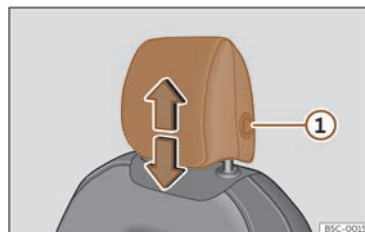
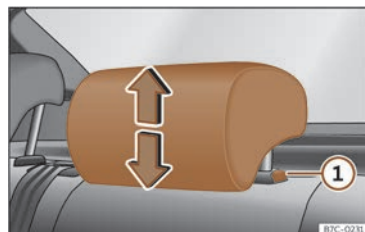

Abb. 99 Vordersitz:
Abb. 100 Kopfstütze hinten:
- Fassen Sie die Kopfstütze seitlich mit beiden Händen und schieben Sie sie nach oben, bis sie in der gewünschten Position einrastet. Gehen Sie zum Absenken auf gleiche Weise vor und drücken Sie die seitliche Taste ① >>> (Abb. 99), >>> (Abb. 100).